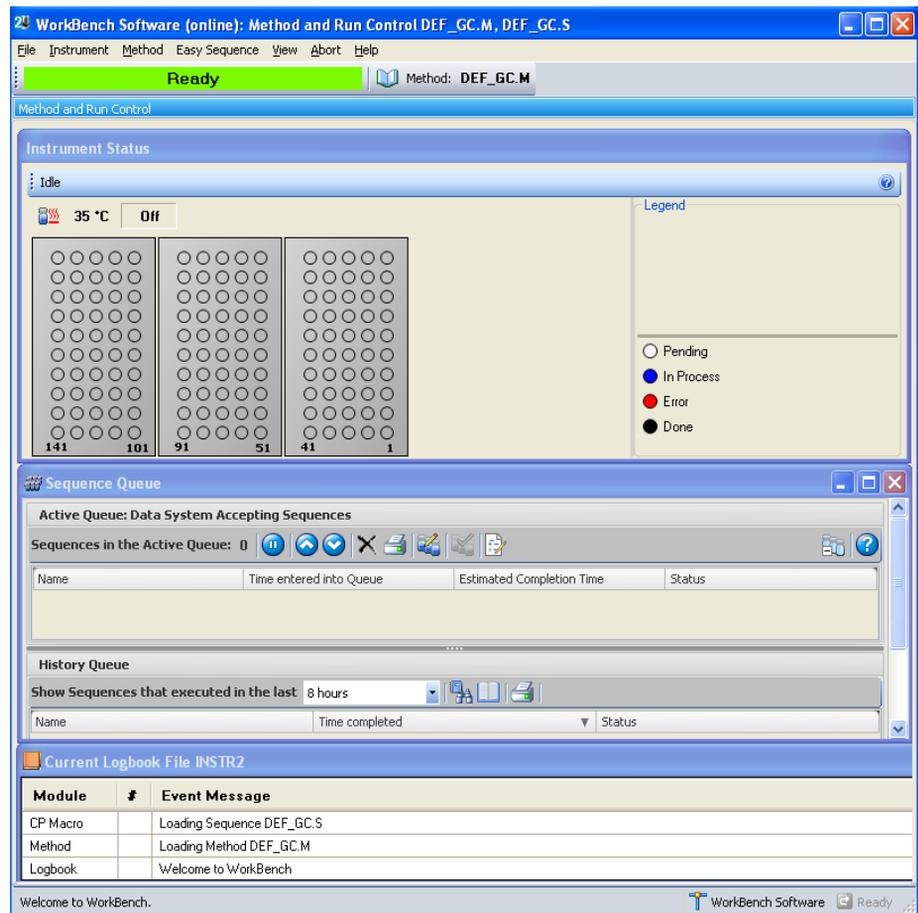

Abbildung 2 Die Agilent 7696A WorkBench-Software
- 1 Gehen Sie zu **Windows Start-Menü > Alle Programme > Agilent WorkBench** und wählen Sie Ihr Gerät aus der Menüliste. Die WorkBench-Software wird geöffnet (Abbildung 2).